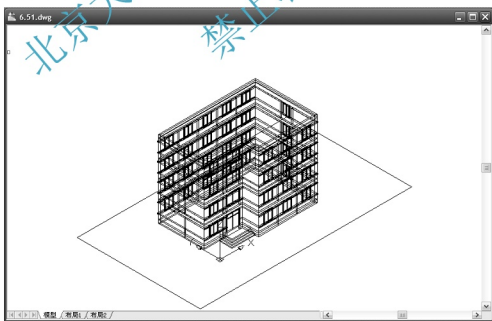

图 6.51 建立地平面对模型
(3) 由于矩形属于多段线，只有轮廓信息而没有内部信息，所以需要将矩形变成面域。在命令行输入“Reg”后按 Enter 键，启动【面域】命令，在选择对象：提示下，选择矩形后按 Enter 键结束命令。
(4) 选择菜单栏中的【视图】|【三维视图】|【西南等轴测】命令，将视图调整至轴测图状态，结果如图 6.51 所示。